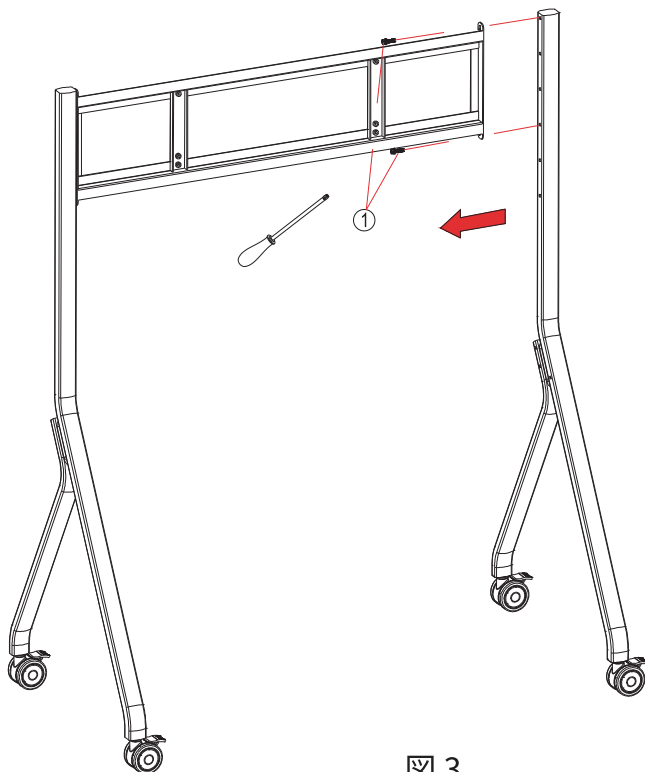

図 3
Step 3: センターフレームにもう一方の脚を取り付けます。(図3)